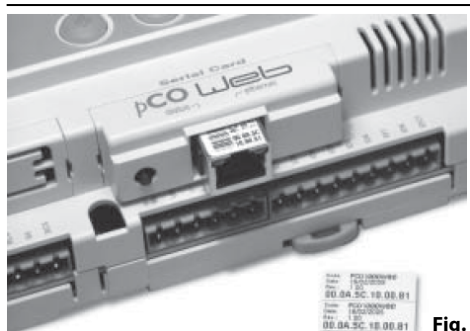

Fig. 3
3. richiudere lo sportellino, utilizzando quello in dotazione alla scheda facendo combaciare il connettore della scheda seriale con il foro presente sullo sportellino (Fig. 3);
3. close the cover again, using the cover supplied with the board, lining up the connector on the serial board with the opening in the cover (Fig. 3);